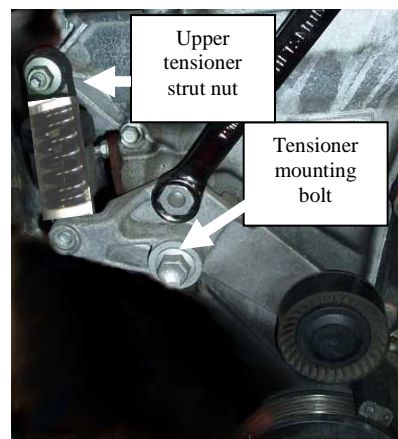

Fig 2
4. Release the serpentine belt tension using a serpentine belt tensioner release tool or a box end wrench to rotate the tensioner arm in the clockwise (down) direction. Fig 2
4. Libérez la courroie multifonction à l'aide d'un outil de démontage de courroie multifonction ou une clé fermée pour tourner le bras du tendeur en sens horaire (vers le bas) Fig. 2